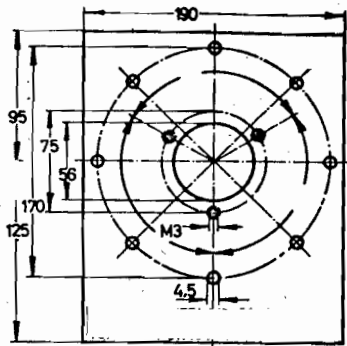

Fig. VI-9a
verticale, (1) en laiton argenté de 220 mm x 190 mm x 3, percée selon la figure VI-9a, et munie du support spécial SK610 et de sa cheminée céramique indispensable. Les deux circuits, une fois terminés, sont rigoureusement étanches. Il s'ensuit que tout l'air froid pulsé provenant de la soufflerie emprunte, pour s'évacuer, le canal des ailettes d'anode de la lampe utilisée, ce qui traduit par une ventilation faite et un refroidissement satisfaisant.